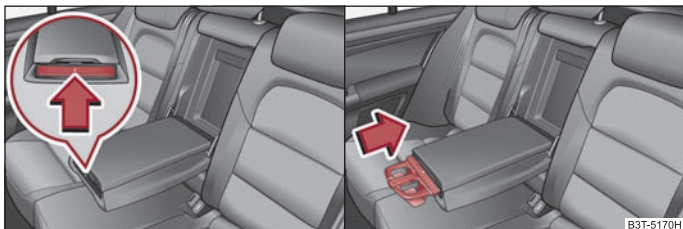

Fig. 98 Cotiera scaunelor din spate: Suportul pentru pahare / Introducerea suportului pentru pahare
- Apăsați pe partea frontală a cotierei în sensul indicat de săgeată ⇒ fig. 98, suportul de pahare iese în exterior.
- Pentru a introduce suportul de pahare, apăsați pe partea centrală a suportului ⇒ fig. 98 și introduceți-l în cotieră.